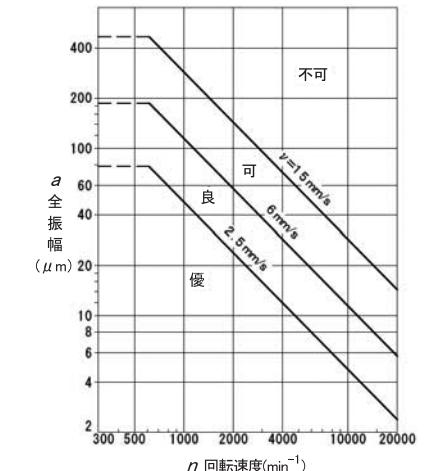

図3-6 振動の許容値
- ・引き続き適正なグリース給油を行い、点検を実施願います。(図3-6参照)